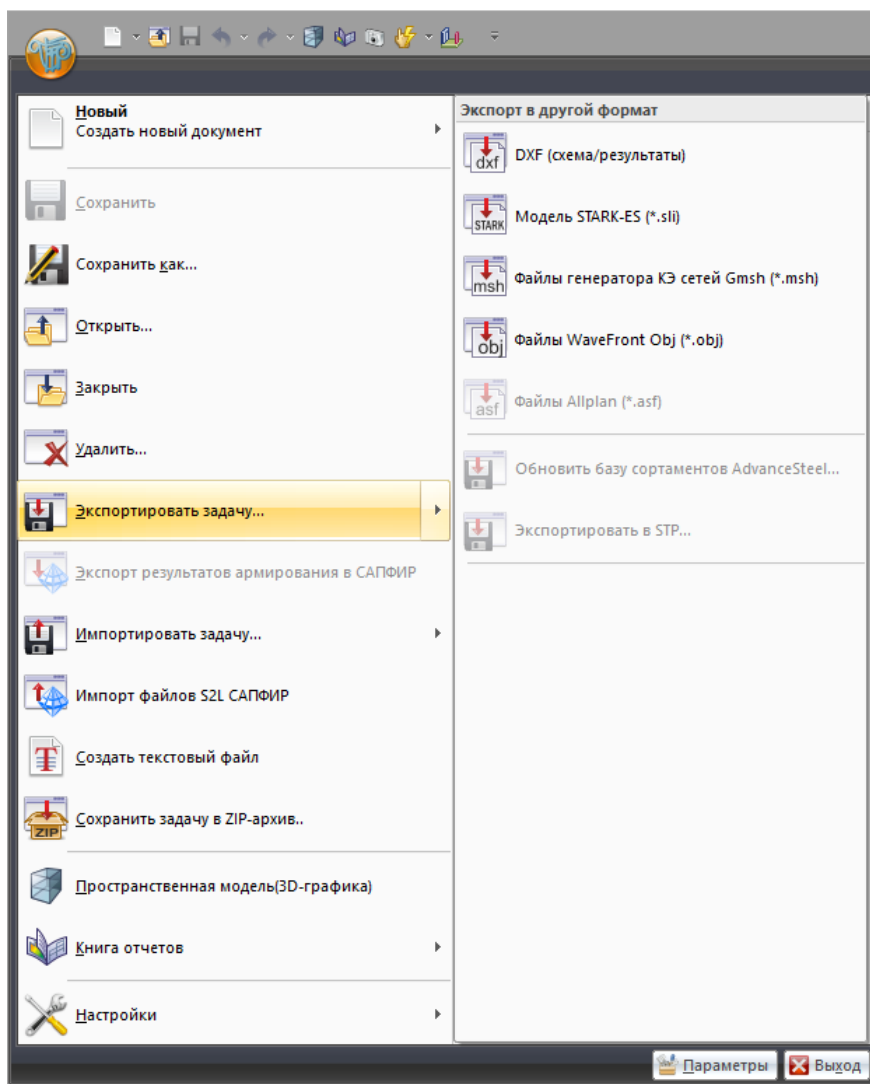

Рис. 8. Раскрывающееся меню **Экспортировать задачу**
**Экспортировать задачу** (рис.8) – раскрывающееся меню. Создание файла формата DXF, SLI, MSH или OBJ на основе расчетной схемы.